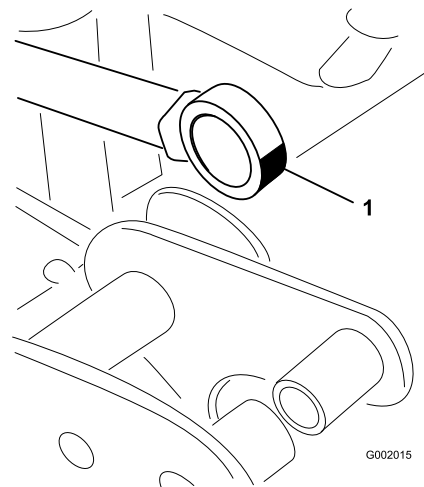

Bild 66
5. Drehen Sie das Lagerende der Aktuatorstange und schmieren Sie Schmiermittel in das Lager (Bild 66).